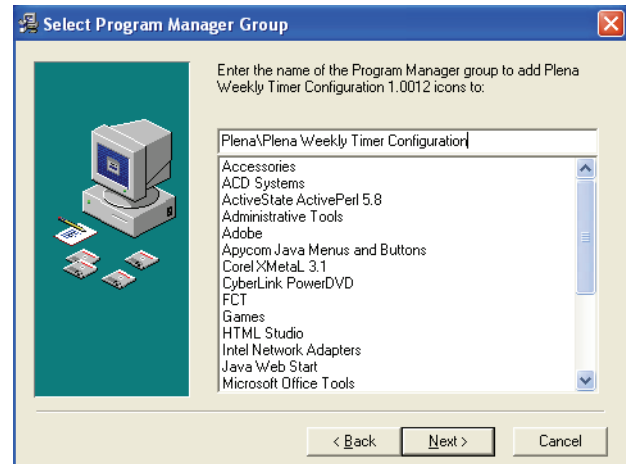

figura 8.3: Selecção do grupo de gestão do programa
- 3 Seleccione a pasta do local de destino e clique em [Next]. Aparece uma janela semelhante à da figura 8.3.